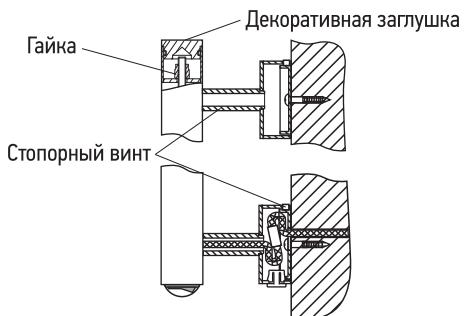

Рис. 14
3.15. Прижать до упора весь ЭПС к стене и с усилием зафиксировать стопорные винты в кронштейнах и в корпусе коробки (рис. 14).
3.16. Внимание! В конструкции изделий предусмотрена возможность подтяжки поворотных секций между собой, т. к. в процессе эксплуатации возможен естественный износ элементов. Для этого необходимо извлечь из верхнего торца декоративную заглушку и повернуть гайку по часовой стрелке с небольшим усилием (рис. 14).